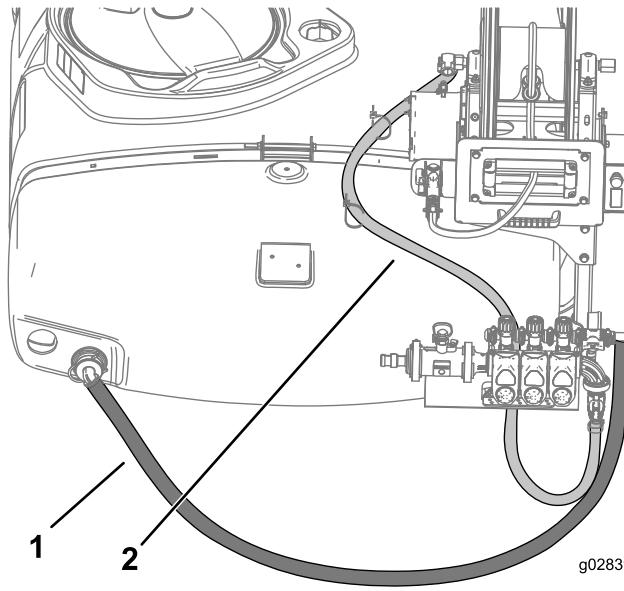

Figura 14
13. Inserite il flessibile di alimentazione dell'avvolgitubo come mostrato in Figura 14 e fissatelo all'avvolgitubo con una fascetta stringitubo.